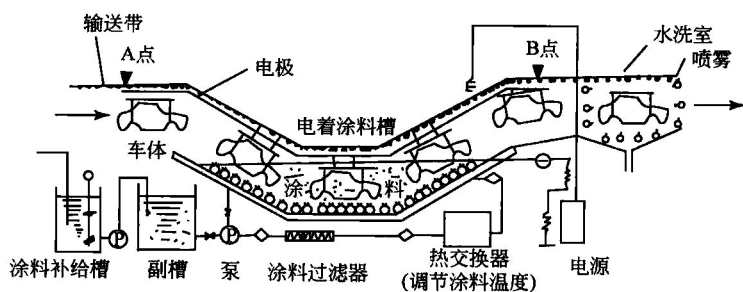

图 1-3 电泳涂装
②电泳涂装。如图 1-3 所示，利用水溶性涂料液在电场（一般采用 200 ~ 300V 的直流电）下产生的电泳、电解、电沉积和电渗作用，使浸在漆液中的车身被涂上漆。电泳涂装的优点是：涂膜均匀、附着力强，一般涂装方法难以达到之处（内腔、凹陷、焊缝等）均能获得均匀、平整、光滑的漆膜，油漆利用率可达 90% ~ 95%。